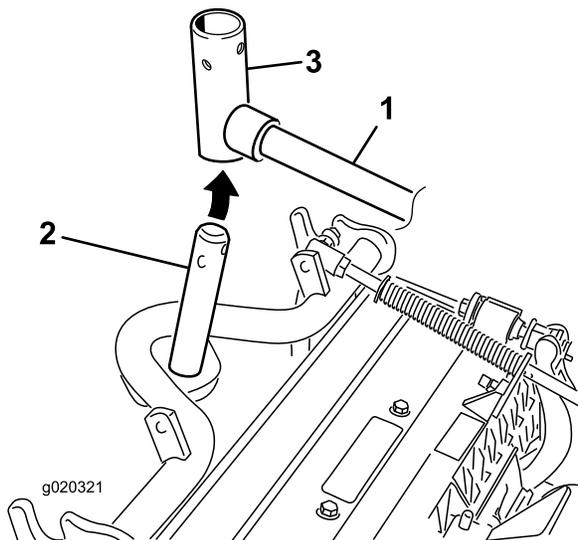

Рисунок 10
3. При установке передних режущих блоков передвиньте режущий блок под подъемным рычагом, одновременно вставляя вал несущей рамы вверх в вилку шарнира подъемного рычага (Рисунок 10).
2. Наденьте втулку подъемного рычага на ось несущей рамы (Рисунок 10).